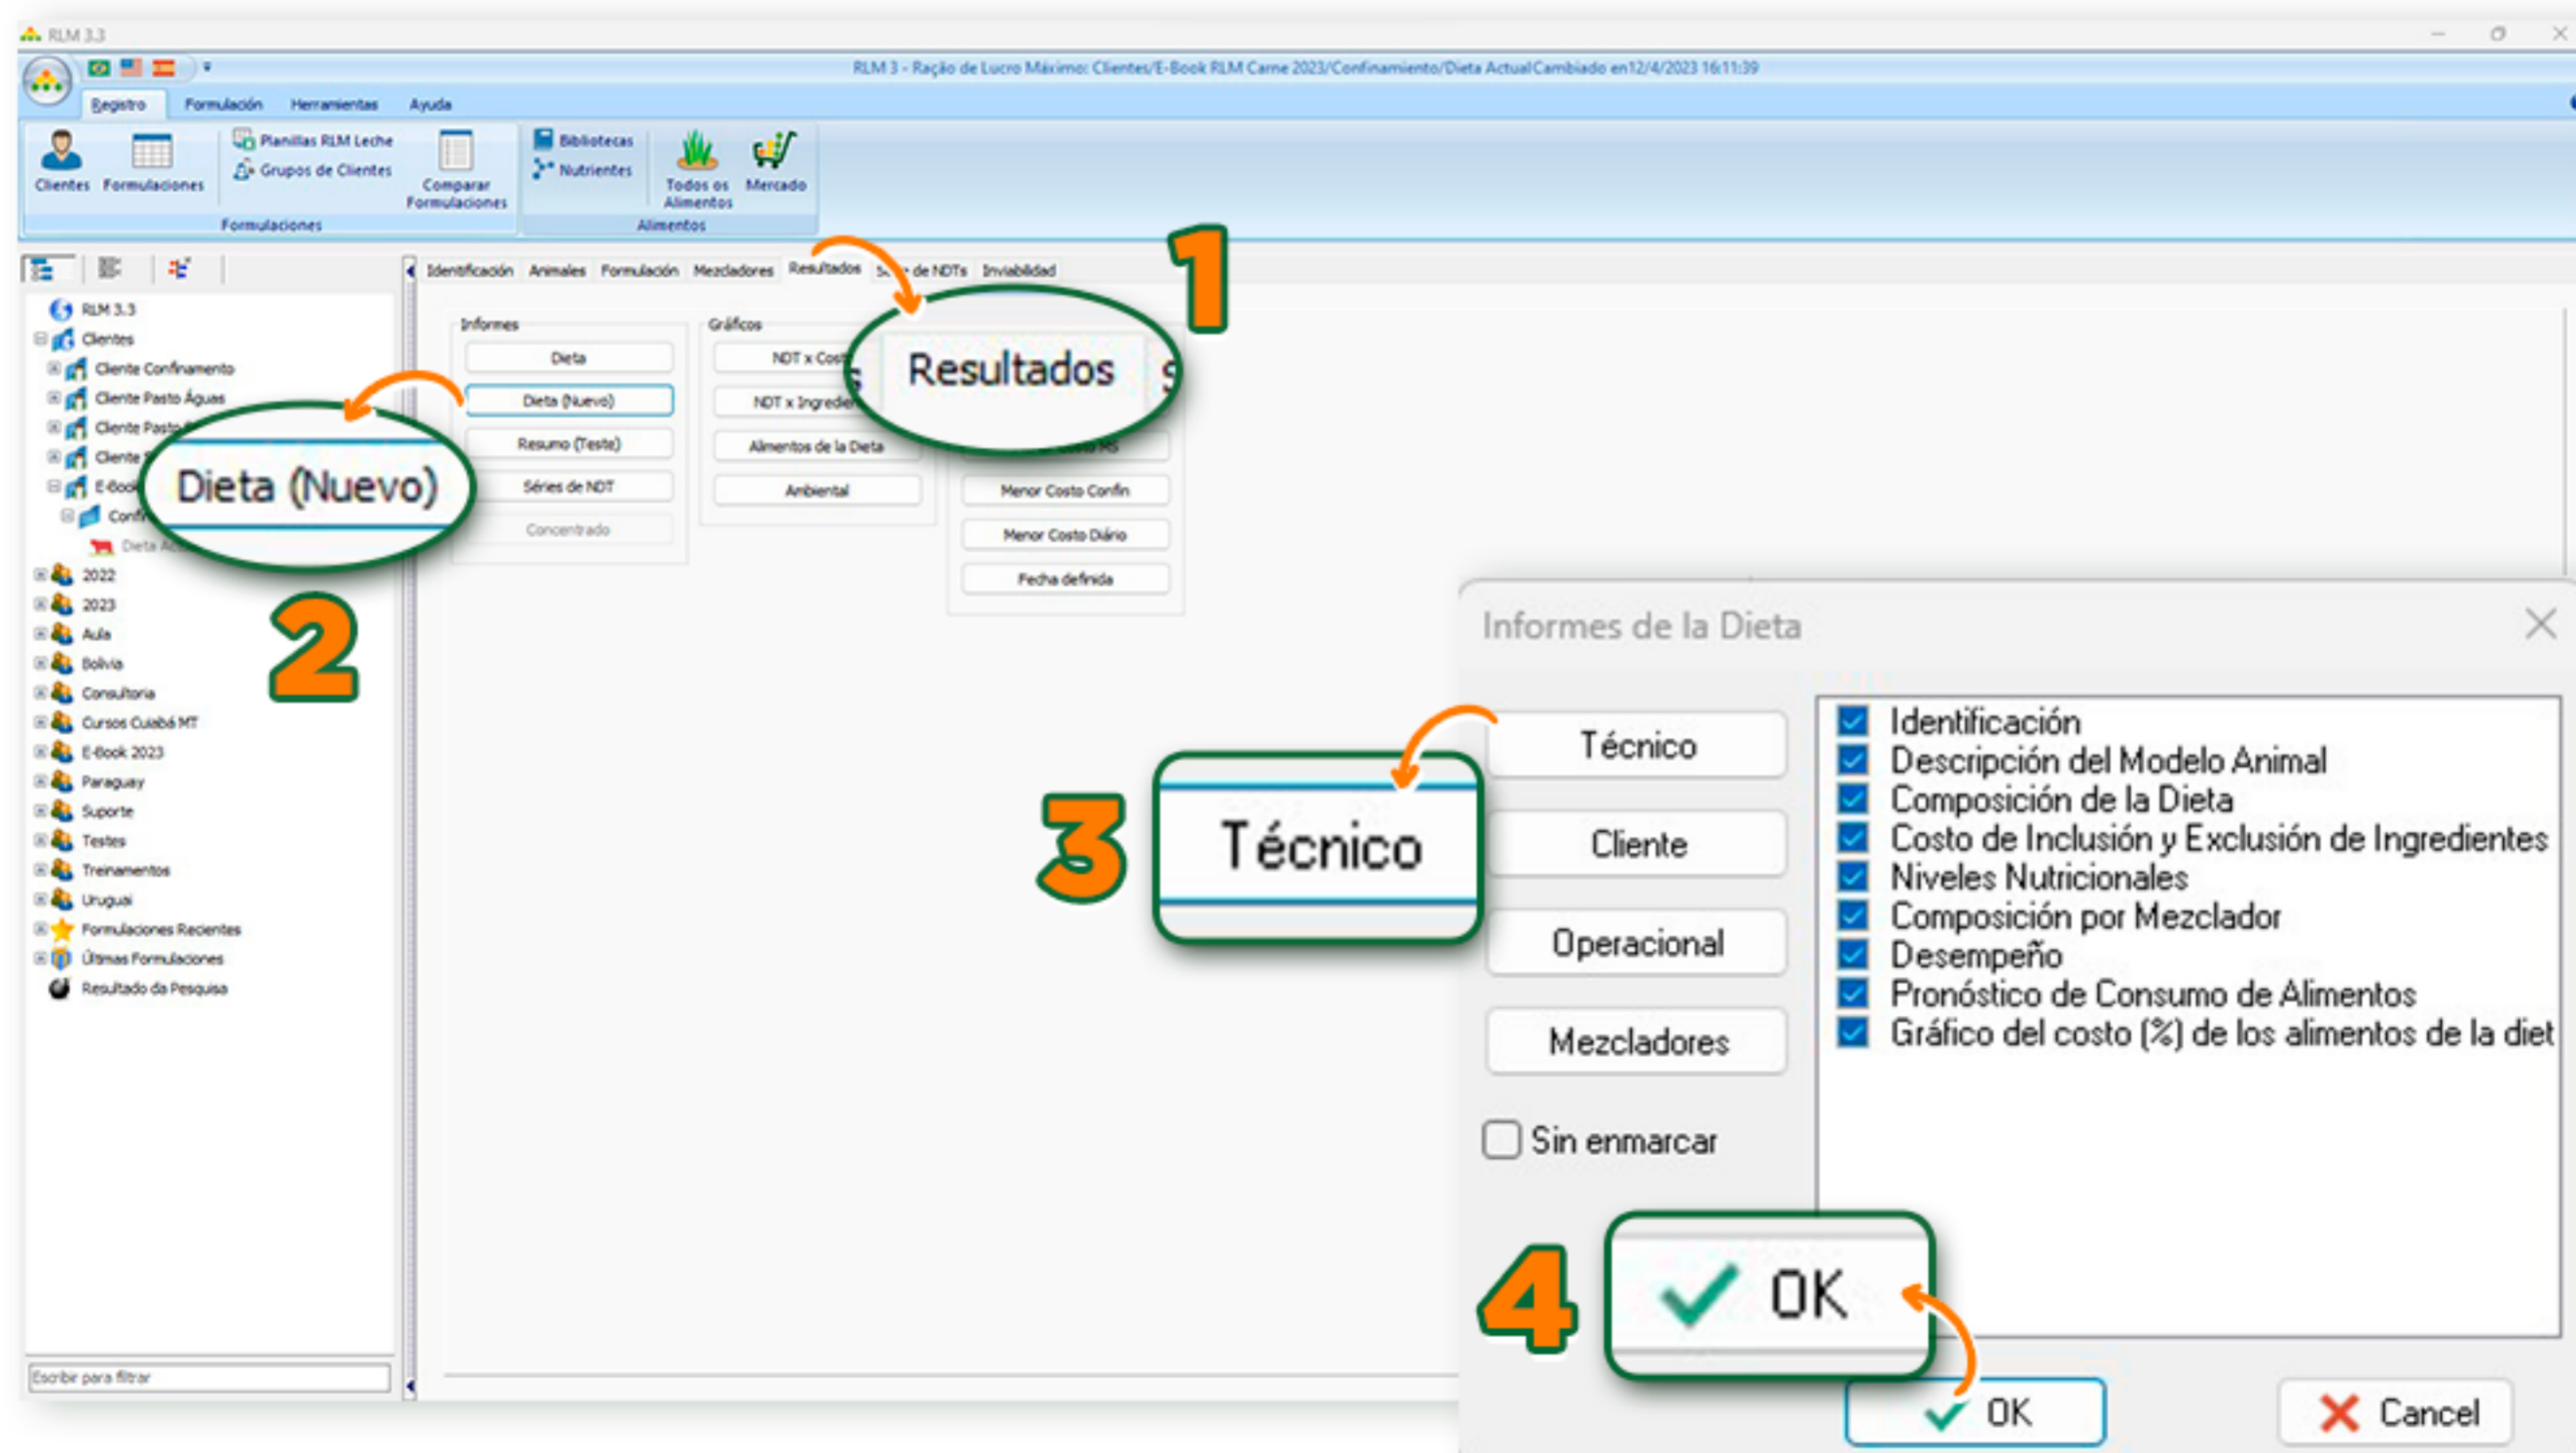

FIGURA 1.15 - VISTA DE INFORME
Para un análisis más detallado, veamos el informe generado por el programa (Figura 1.15). Para ello, haz clic en “Resultados” (1) y, en la sección de informes, elige la opción “Dieta (Nueva)” (2).